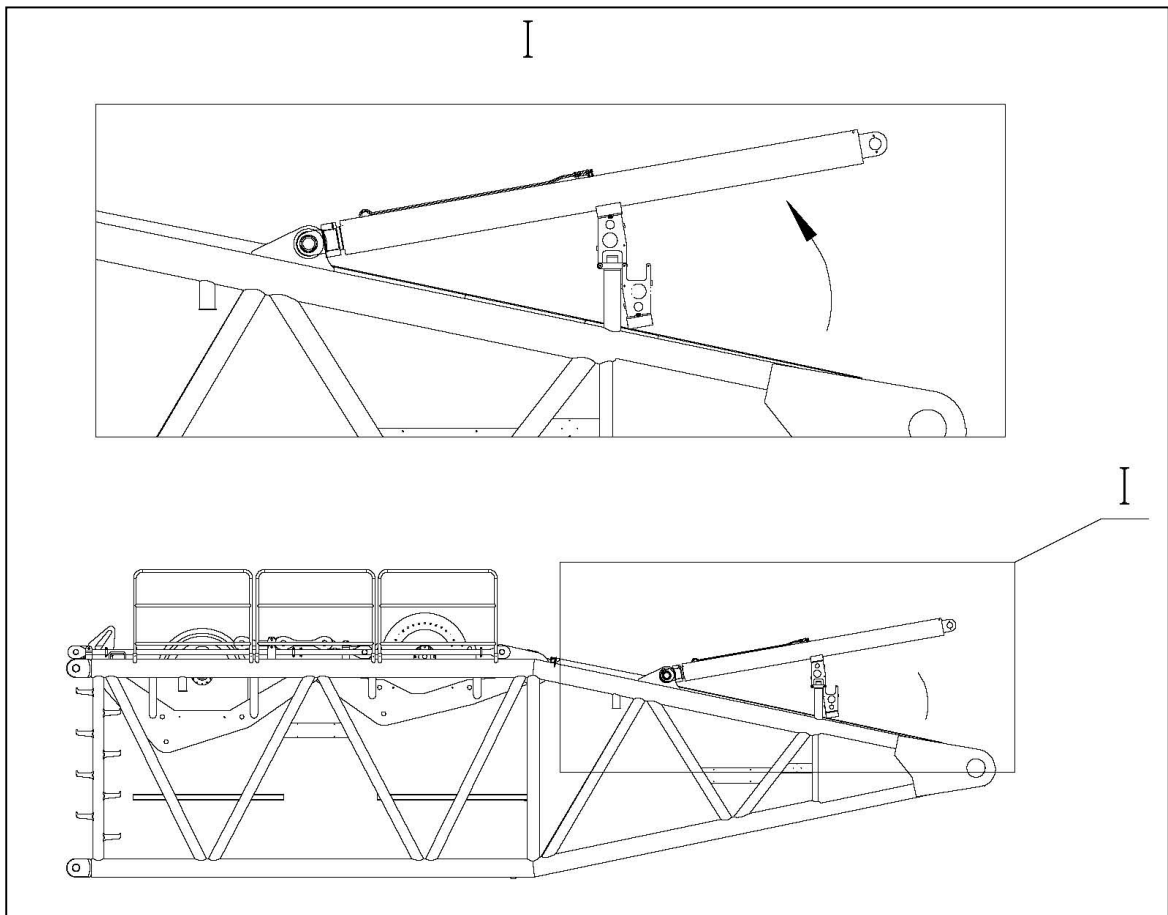

图 2.6
1. 用辅助起重机将主臂防倾油缸搬起到作业位置，并放在支架上（图 2.6）。